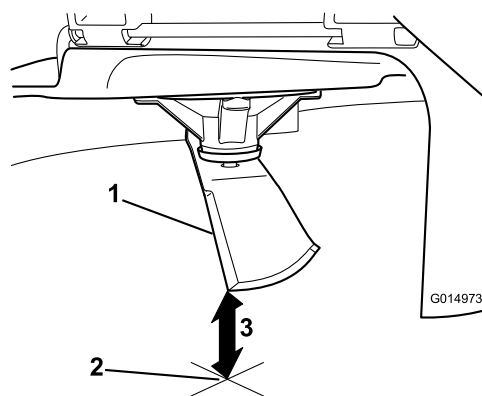

Figure 111
3. Mesurez la distance entre la pointe de la lame et la surface plane (Figure 111).